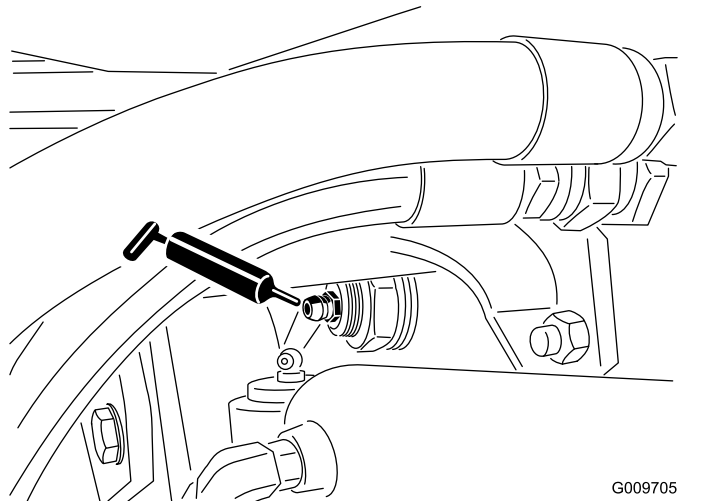

Figura 27
- Boccole orientabili (2) del ponte posteriore (Figura 27)